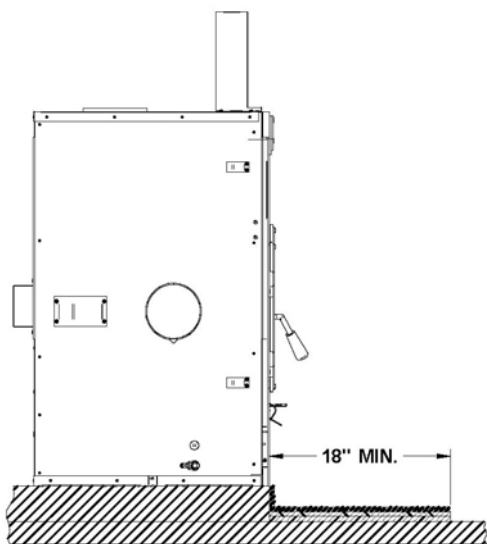
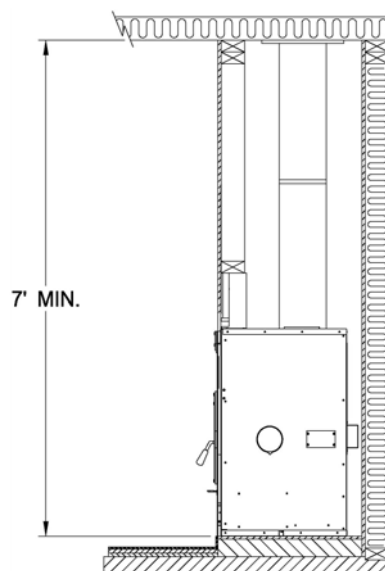

Figure 5. Installation du foyer sur une base surélevée
Figure 6. Degagement entre la base du foyer et le plafond
- C. Le foyer FP 10 doit être installé directement sur une base surélevée combustible ou non (voir figure 5). Cette base doit avoir une hauteur minimale correspondant à la hauteur du ou des matériaux non combustible utilisés pour l'extension de l'âtre qui équivalent au facteur R exigé. Pour plus d'information concernant l'installation sur une base surélevée, référez-vous à la section «2.4.2. Exigences pour l'extension de l'âtre» de ce manuel. Veuillez noter qu'il faut un minimum de 7 pieds (2,15 m) entre la base du foyer et le plafond (voir figure 6.).